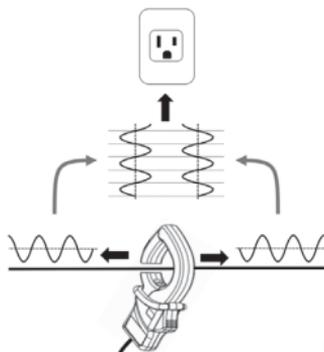

図 5-4
- 図 5-4 ように、試験電圧注入用クランプの向きによって、中性線 S (N) に印加する試験電圧の位相が 180 度変わります。KEW 4555BT は試験電圧信号の極性（位相差）によってコンセントテストを行うため、まちがった向きに試験電圧注入用クランプをクランプすると、判定対象のコンセントが [正常] な状態であっても、[S (N) E 逆接続] と判定してしまいます。
この時、前項の図 5-4 で説明した、測定対象のコンセントから見える試験電圧注入用クランプの向きにより、図 5-8 の分電盤 [B] から配線したコンセントのように [正常] な配線状態であっても、KEW 4555BT は [S (N) E 逆接続] と判定します。接続する分電盤の中性線 S (N) と測定対象のコンセントとの方向、およびクランプしている分電盤の位置とを十分に確認してから接続してください。